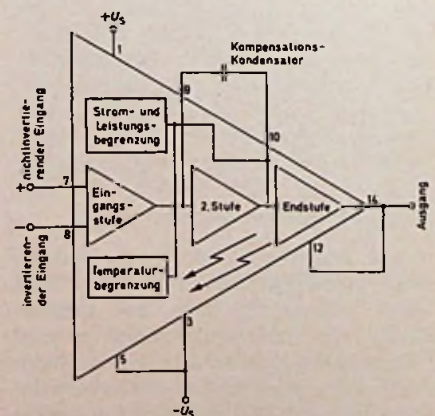

Bild 1. Blockschaltung des monolithisch integrierten NF-Verstärkers L068
Wie Bild 1 zeigt, läßt sich die L068 mit einem Operationsverstärker (OP) vergleichen, wobei der Hauptunterschied die wesentlich größere Ausgangsleistung ist. Dem Aufbau herkömmlicher OPs entsprechend, findet man auch hier einen invertierenden und einen nichtinvertierenden Eingang sowie einen Ausgang, dessen Ruhepotential der Mitte zwischen den beiden Betriebsspannungen — bei symmetrischer Stromversorgung also Null — entspricht. Üblich sind auch die beiden zusätzlichen Anschlüsse 9 und 10 für einen Kondensator zur Frequenzkompensation.